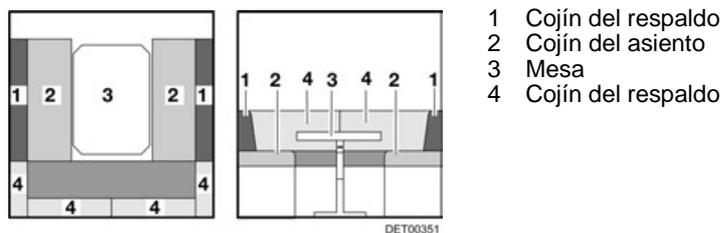

Fig. 122 Antes de la transformación
- Transformar la mesa (Fig. 122,3) en base de cama (véase apartado 7.7).